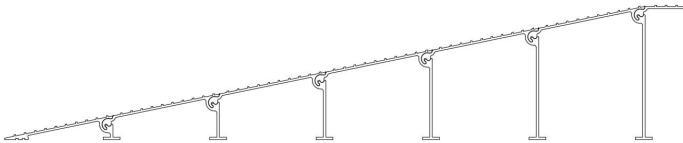

FIG.1
- (1) Antes de comenzar la instalación, utilice guantes para protegerse las manos.
- (2) Elija una ubicación de instalación adecuada, asegurándose de que el suelo esté nivelado y firme.
- (3) Alinee y entrelace cada sección de la rampa hasta que todas las partes estén uniformes.
- (4) Comenzando con la extensión de 1", instale las extensiones del umbral en el orden que se muestra (FIG. 1) hasta alcanzar la altura final. Junte las extensiones del umbral en un ángulo aproximado de 45° y luego gírelas hasta colocarlas en su lugar después de que la bombilla esté colocada en la ranura .